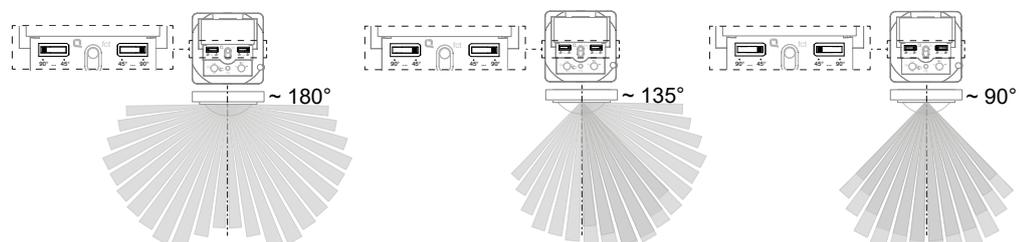
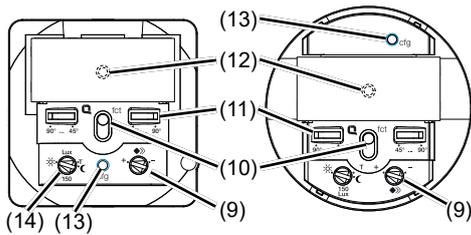

Figura 8: Ajuste del ángulo de detección
Figura 5: Elementos de mando y de ajuste de la parte inferior del adaptador
Por la parte derecha y la parte izquierda de cada ajustador (figura 5, 10), el ángulo de detección se puede limitar entre 45° ... 90°. De este modo, el ángulo de detección puede situarse entre 90° y 180° (figura 8).
- Ajustar el modo prueba. Para ello, colocar el potenciómetro de luminosidad de reacción (figura 5, 13) en posición T.
- Girar el potenciómetro de luminosidad de reacción (figura 5, 14) hasta la posición deseada.
- Girar el potenciómetro de sensibilidad (figura 5, 9) hasta la posición deseada.